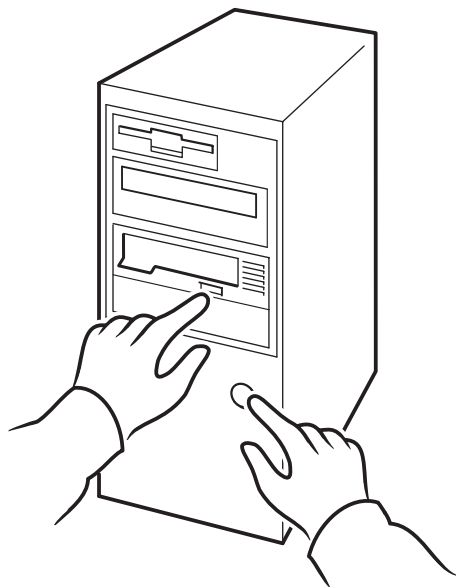

図 12b: HP OBDR の使用方法、
- 2 イジェクト・ボタンを押し、イジェクト・ボタンを押さえたままでサーバに電源を入れます (図 12b を参照)。これで、HP OBDR プロセスがアクティブになります。OBDR シーケンスでフロント・パネルにある実行可能 LED が点滅したらすぐにボタンを離します。これは、点滅と点灯を繰り返すパターンです。